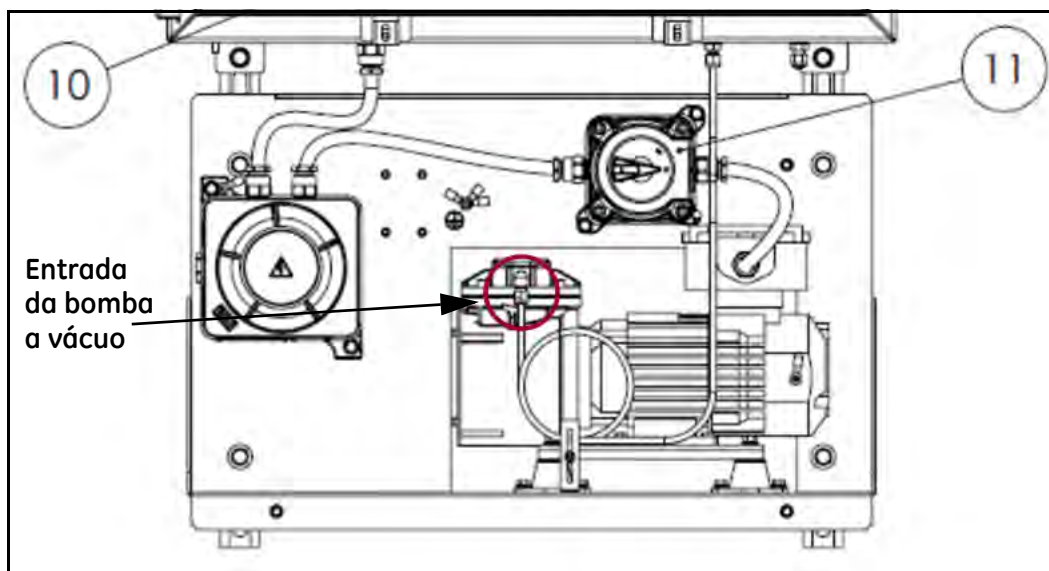

Figura 18: Entrada da bomba a vácuo
2. Desconecte a entrada da bomba a vácuo do sistema de amostra (veja Figura 18).
5. Gire a válvula de três vias de processo/teste (item 10) na direção da entrada da purga (para baixo).
6. Ajuste a pressão externa para definir o medidor de vazão da célula de múltiplas vias (item 8) a 30 SLPH (1 SCFH).